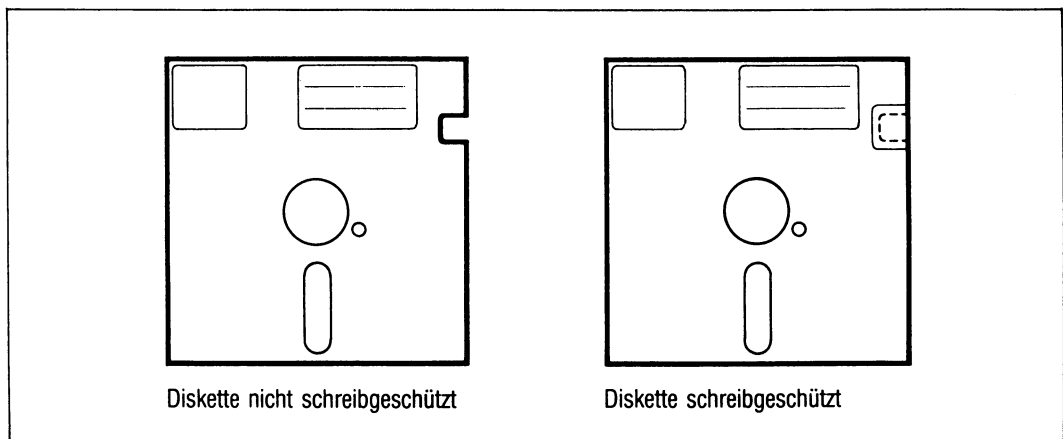

Abbildung 19 Mechanischer Schreibschutz für 5 1/4 Zoll Disketten
- Sie schützen Ihre 5 1/4 Zoll Disketten vor unbeabsichtigtem Beschreiben oder Löschen wie folgt (siehe Abbildung 19):